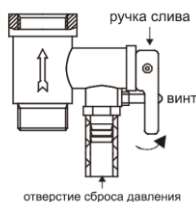

Рисунок 6
6. Чтобы слить воду из внутреннего резервуара необходимо, воспользоваться предохранительным клапаном: открутить винт ручки слива предохранительного клапана и перевести ручку слива в верхнее положение, при этом кран выхода горячей воды должен быть открыт, а кран подачи холодной воды в водонагреватель должен быть перекрыт (см. рисунок 6). Из отверстия сброса давления предохранительного клапана потечет вода. Никогда не сливайте воду, если ее температура выше 50°С, т. к. это может привести к ожогам.